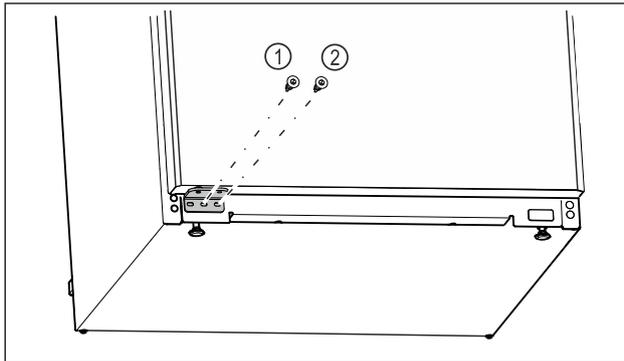

Fig. 21
- Stringere la vite centrale del blocco di supporto Fig. 21 (1) con un cacciavite Torx 20.
- Stringere la vite interna del blocco di supporto Fig. 21 (2) con un cacciavite Torx 20.